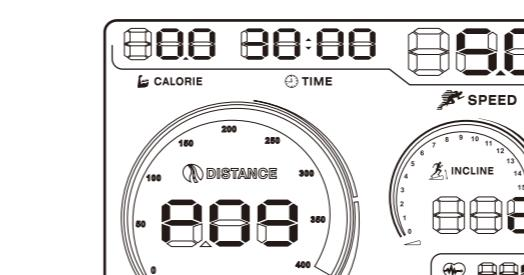

图39
2. 连续按下面板上Training Prog键 ，直至屏幕上出现P09字样，时间窗口闪烁，默认时间为30分钟，您可以通过SPEED（速度）的+（增加）/-（减少）键调整时间。(图39所示)。